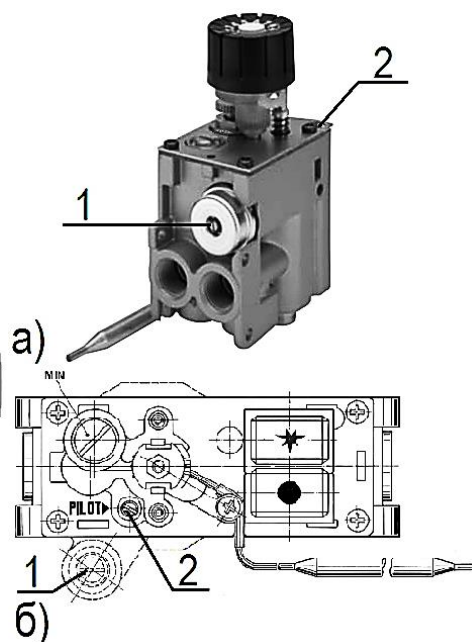
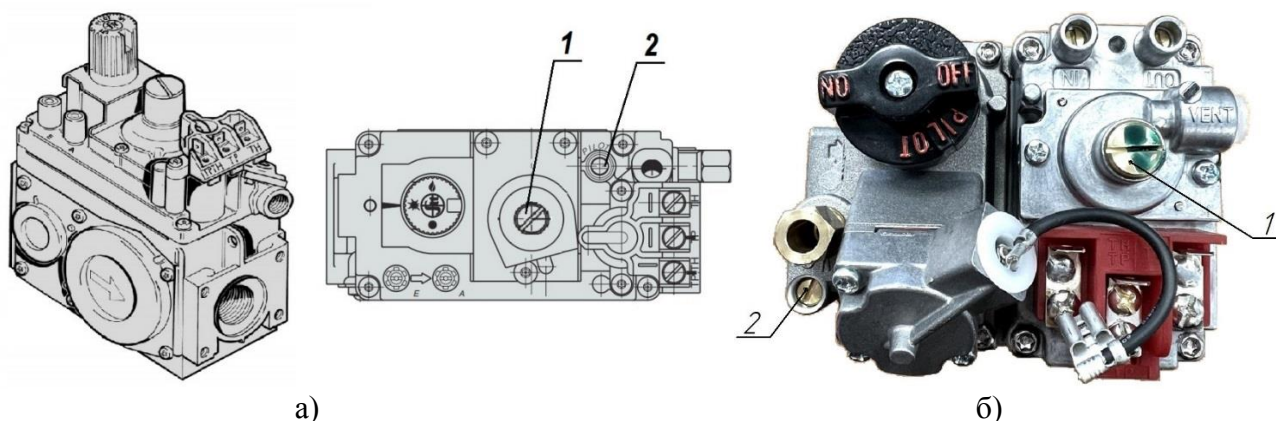

Рис. 2 Узлы регулировки
Рис. 3 Узлы регулировки: а) SIT 820 NOVA MV в котлах 40...50 кВт; б) Robertshaw Millivolt Series в котлах 63...100 кВт
- отключить функцию регулятора давления газа, для этого необходимо снять заглушку, регулировочный винт повернуть по часовой стрелке до щелчка у 630 EUROSIT и TGV307 (Рис.2), до упора у 710 MINISIT, TGV310 или настроить функцию регулятора давления газа на максимальное давление у SIT 820 NOVA MV и Robertshaw Millivolt Series повернув регулировочный винт по часовой стрелке до упора (Рис.3);